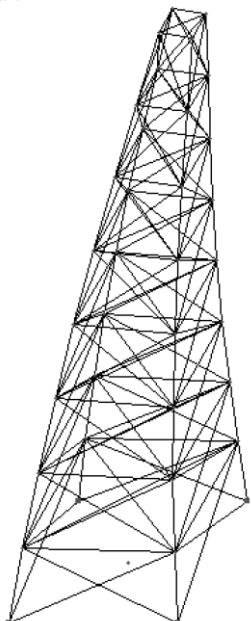

Рис.5.26. Расчетная схема с учетом первой составляющей динамического воздействия
- В режиме просмотра результатов расчета при переходе на загружение № 4 по умолчанию отображается первая составляющая динамического воздействия (рис.5.26).